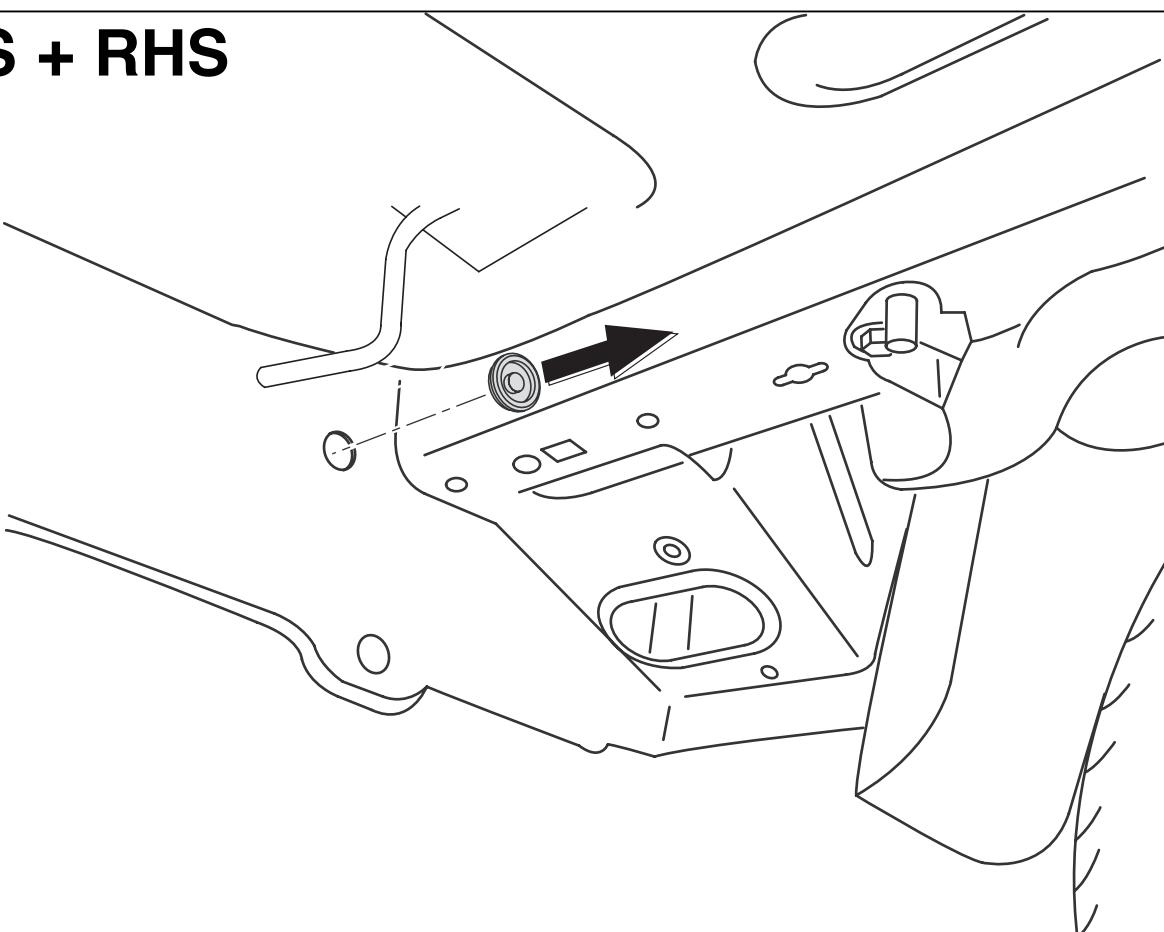

Fig.1
- Oter le matelas anti-vibration qui se trouve sur les surfaces de contact indiqués (voir la fig. 1).
2. Avlägsna gummikåorna vid de markerade punkterna (se fig. 1).
(véase la fig. 1).
2. W oznaczonych miejscach usunąć gumowe nakładki (patrz rys. 1).